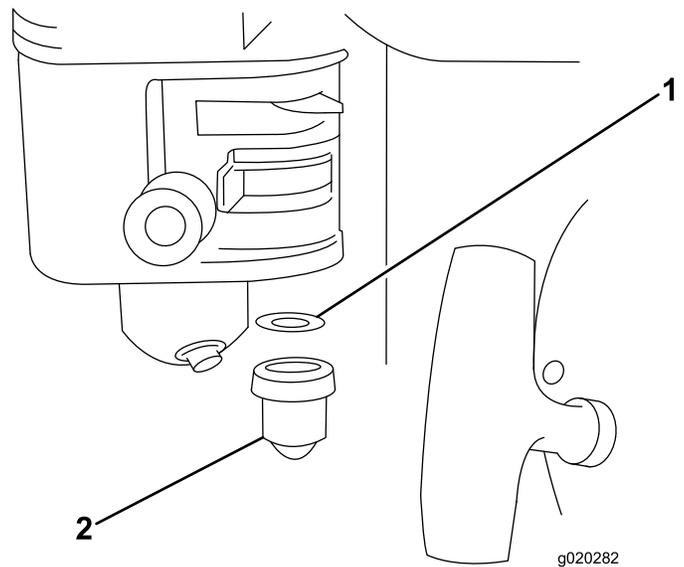

Figura 16
4. Rimuovete la coppa dei sedimenti e l'O-ring (Figura 16).